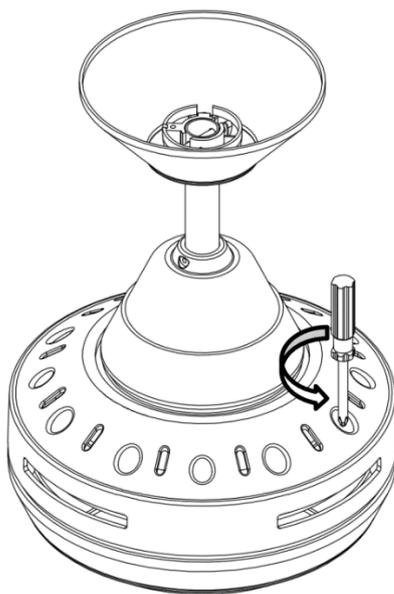

Abb. 5a
1. Entfernen Sie die 2 Flügelschrauben vom Ventilatormotor. (Abb. 5a)